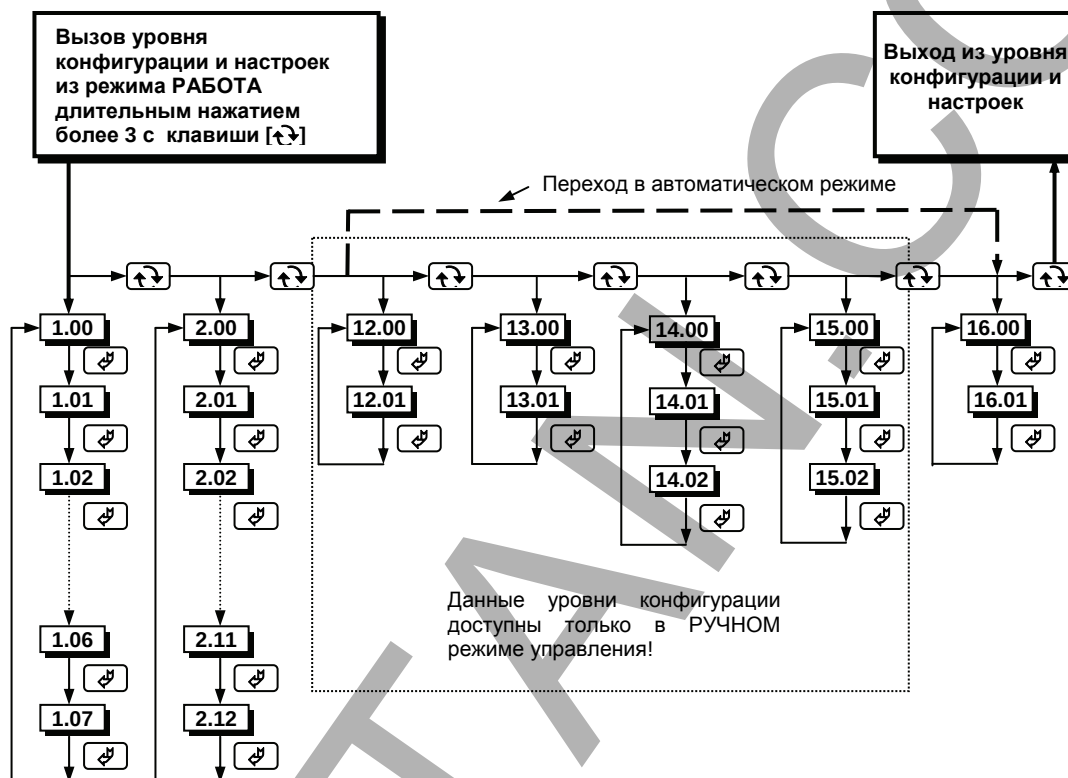

Рисунок 6.2. Диаграмма уровней конфигурации и настроек
- Параметры разделены по группам, каждая из которых называется "уровень". Каждое заданное значение (элемент настройки) в этих уровнях называется "параметром". Параметры, используемые в регуляторе ПП-10, сгруппированы в следующие 16 уровней и представлены на диаграмме – см. рисунок 6.2. Индикация значения параметров конфигурации и их номеров указаны на рисунке 6.3.